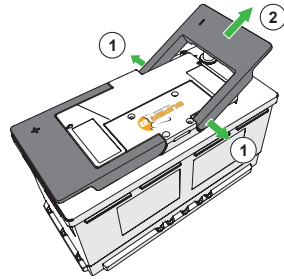

Figure 10. Enlever les poignées en les tirant vers l'extérieur.
- b) Enlever les poignées en les tirant vers l'extérieur (figure 10).